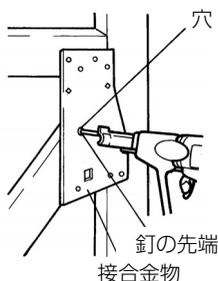

図 13
- 釘の先端が必ず接合金物の穴に入ったことを確認してから打ち込んでください。（図 13）